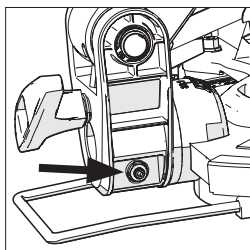

Fig. 11
- Gebruik de inbussleutel om de aanpassingsschroef verder naar binnen of buiten te draaien waar nodig. **(Fig. 11)**